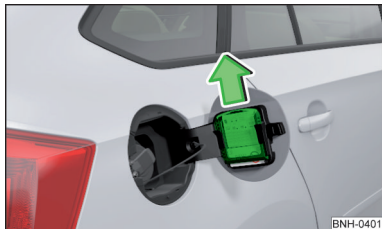

Abb. 149
- > Den Eiskratzer in Pfeilrichtung herausschieben » Abb. 149.